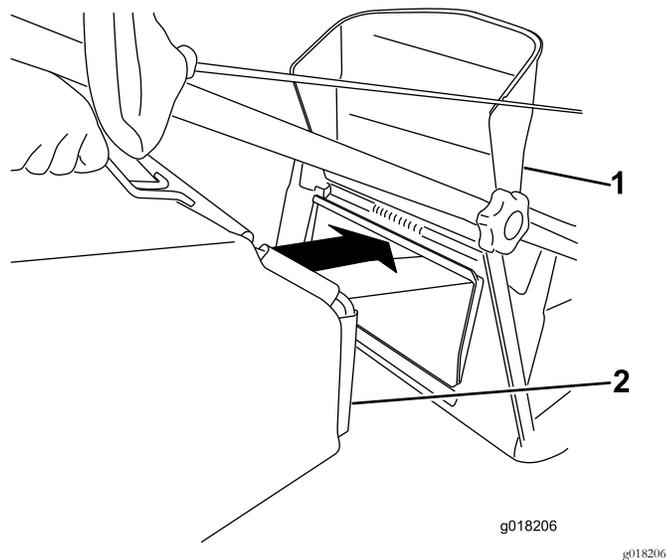

Рисунок 14
3. Зацепите мешок для сбора травы в определенной позиции (Рисунок 14).